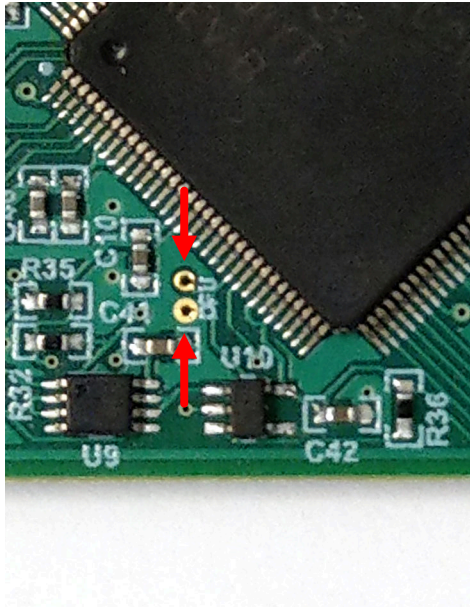

图 4-3. 用于手动进入 DFU 模式的测试点
- 在按下 RESET 按钮的同时，用一把镊子 (或一根导线) 将接头引脚的 PK1 和 PK2 附近的两个测试点 (请参阅图 4-3) 短路。